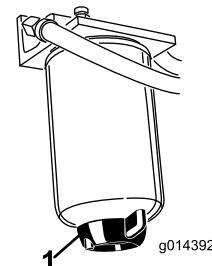

Bild 35
Entfernen Sie täglich Wasser und andere Fremdstoffe aus dem Wasserabscheider (Bild 35).
2. Lösen Sie die Ablassschraube an der Unterseite der Filterglocke (Bild 35).